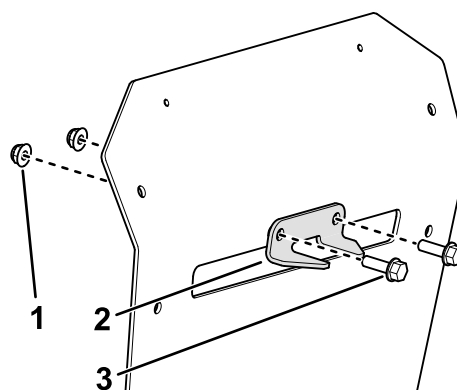

Figura 13
- Montai suportul pentru stabilizator la nivelul apărătorii din spate folosind 2 uruburi ($\frac{5}{16} \times 1$ ") i 2 contrapiuli (5/16"), aa cum se arată în Figura 13.